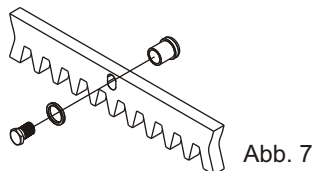

Abb. 7
5.2. An jedem einzelnen Zahnstangenglied die Befestigungsklinken anbringen und mit den entsprechenden Befestigungsschrauben verbinden. Dabei darauf achten, dass sie am oberen Teil der Öse angebracht werden (Abb. 7);